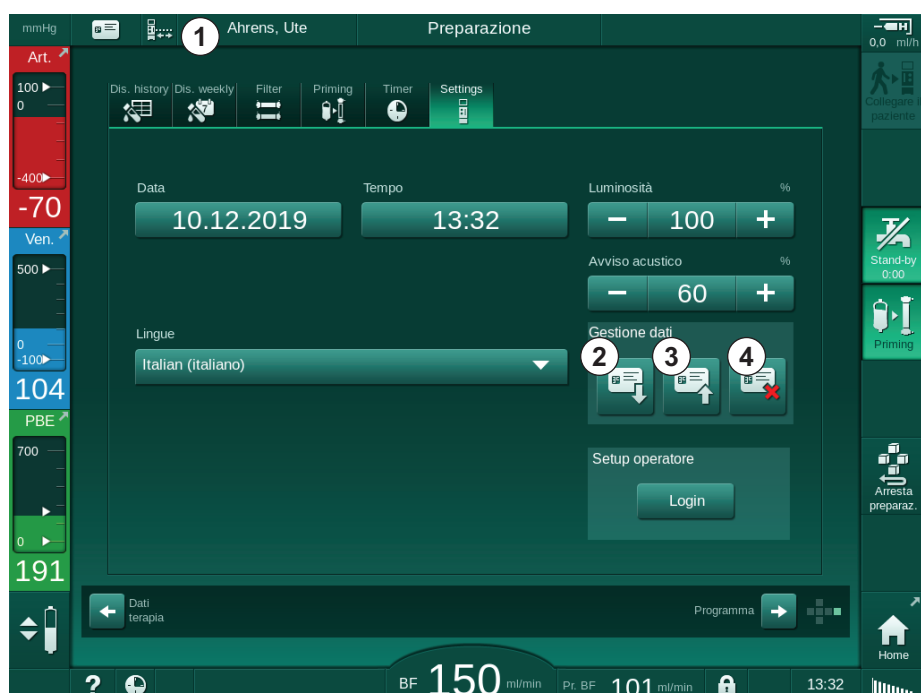

Fig. 11-3 *Gestione dati* nella videata *Setup*
1. Toccare l'icona ③ in Fig. 11-3 e confermare per salvare i dati dopo la modifica.
1. Toccare l'icona ④ in Fig. 11-3 per eliminare i dati dalla carta paziente.